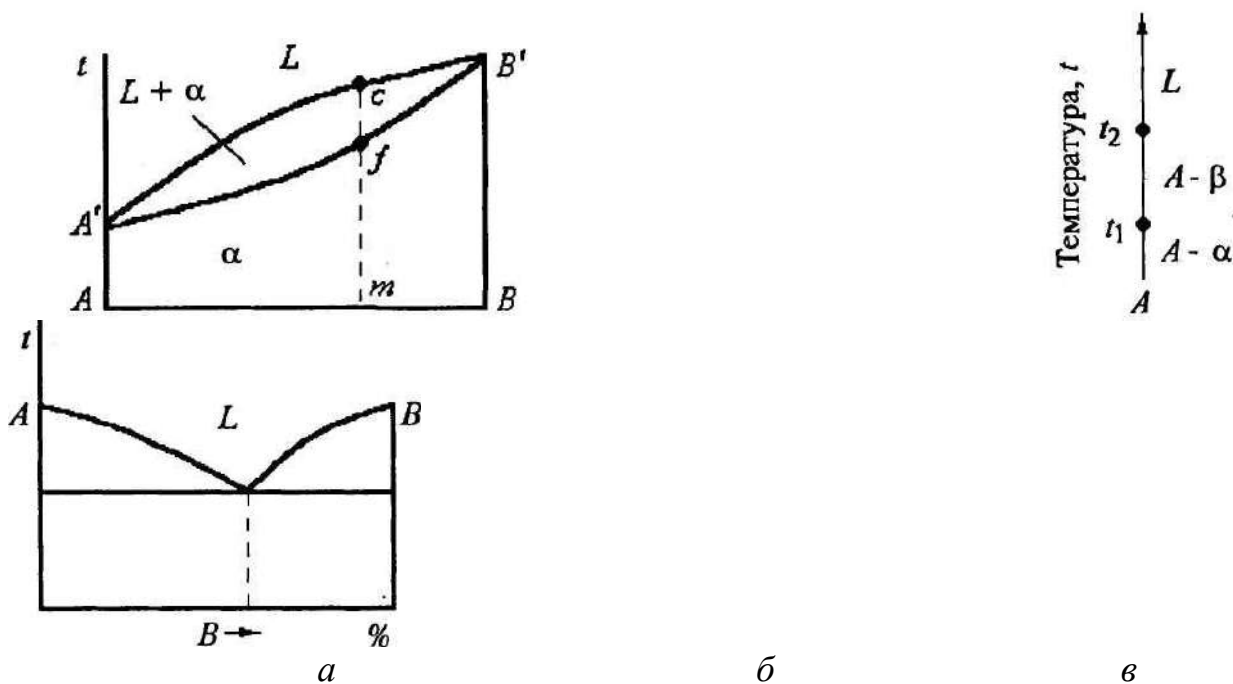

Рис. 3.14. Диаграмма состояния сплава
3.4. Каким отрезком определяется концентрация компонента A в точке m диаграммы состояния (рис. 3.14, а)?
3.5. Какая диаграмма состояния представлена на рис. 3.14, б?
3.6. Какая диаграмма состояния представлена на рис. 3.14, в?